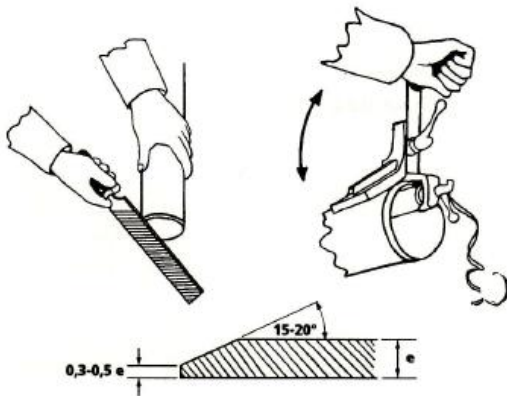

Bild 12: Rohr anschrägen
- Rohr mit Raspel oder Anfasgerät anschrägen (Bild 12). Masse gemäss Güteanforderungen WiroPlast.